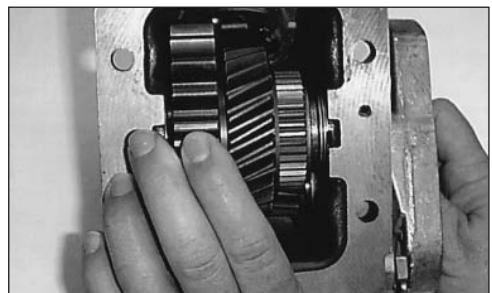

Abb. 4
3. Das Nebenantriebs-Antriebszahnrad im Getriebe (**Abb. 3**) und das angetriebene Zahnrad im Nebenantrieb (**Abb. 4**) mit der Hand hin- und her bewegen. Dies gibt Aufschluss über zwei wichtige Faktoren.